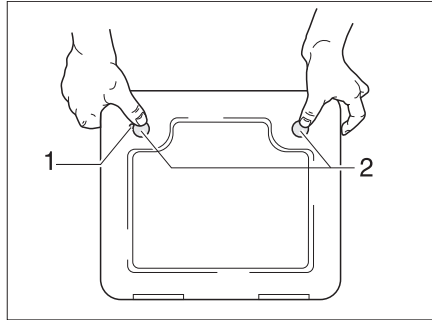

Fig. 350 Sportello per la cassetta della toilette
- Aprire lo sportello della cassetta all'esterno del veicolo. Inserire la chiave nel cilindro della serratura a pressione (Fig. 350,1) e ruotare di un quarto di giro.
- Premere contemporaneamente con i pollici entrambe le serrature a pressione (Fig. 350,2) e aprire lo sportello per la cassetta.